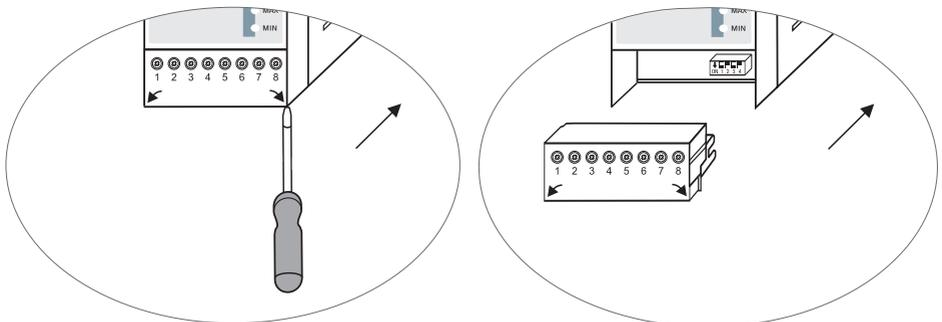

Fig. 9
- Untere und obere Klemmleiste abziehen. **Fig. 9**